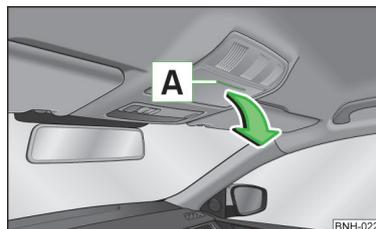

Fig. 68
- Premere la parte superiore del vano portaocchiali nell'area **A** » fig. 68.
- Ruotare la parte superiore del vano portaocchiali nella direzione opposta a quella indicata dalla freccia » fig. 68, finché non scatta in posizione in modo udibile.